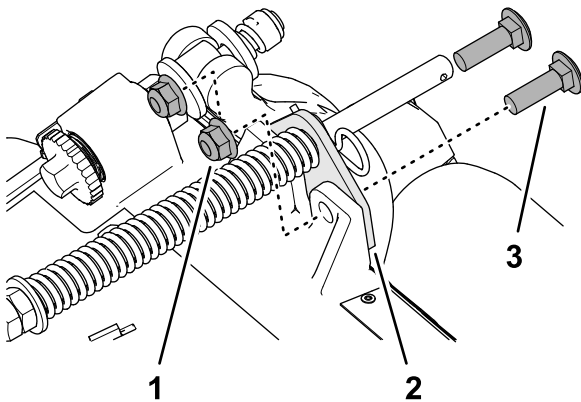

図 7
2. ターフ補正器用ブラケットをカッティングユニットのフレームに固定しているフランジロックナット $\frac{3}{8}$ "2個、キャリッジボルト $\frac{3}{8}$  x 1- $\frac{1}{4}$ "2本を外す 図 7。